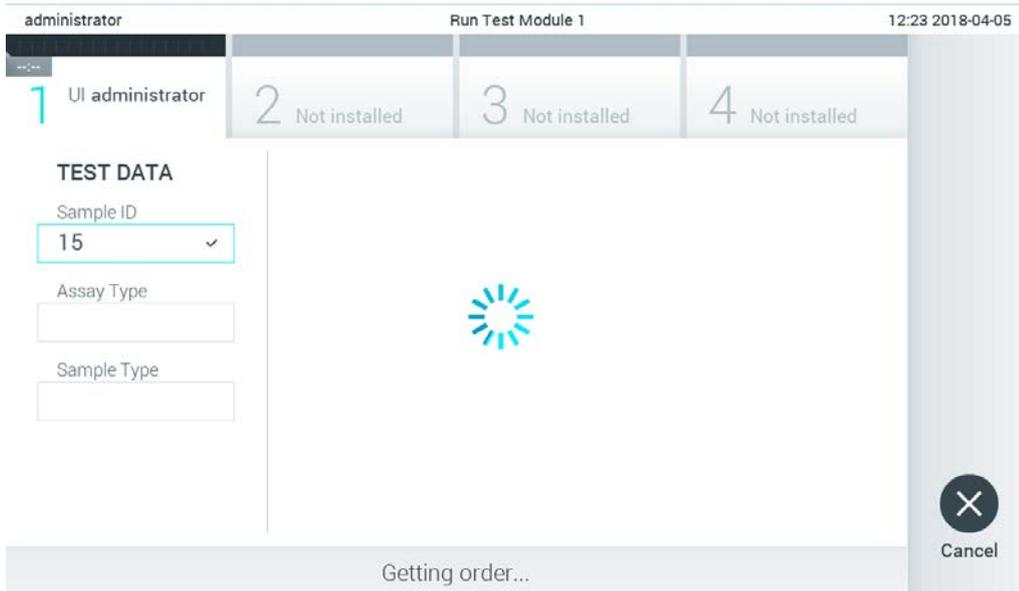

Figure 82. Affichage pendant la récupération d'une commande de test.
3. L'ID échantillon sera envoyé à l'hôte et alors que le QIAstat-Dx Analyzer 1.0 attend une commande de test, le message « Getting order... » (Réception de commande...) s'affiche (figure 82).